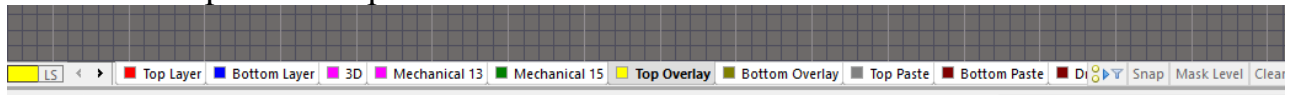

Рис.8. Вибір шару
- У шарі **Top Overlay** малюємо контур корпуса. Для переходу у потрібний шар, унизу робочої області (Рис.8) натискаємо на потрібний шар.